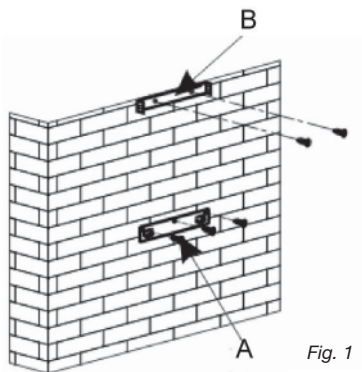

Fig. 1
(fig. 1)
- Tracez sur le mur les 3 trous que vous devez percer en utilisant le crochet de suspension de la hotte fourni et en respectant la distance conseillée (pièce A fig. 1).
- Fixez le support de fixation de la hotte en veillant à ce qu'il soit parfaitement de niveau (pièce A fig. 1).
– Calculez la hauteur finale pour fixer l'étrier en U de support de la cheminée (pièce B fig. 1).
– Percez les 2 trous de 8mm et fixez l'étrier de support de la cheminée en faisant attention qu'il soit bien dans l'axe de la hotte (pièce B fig. 1).